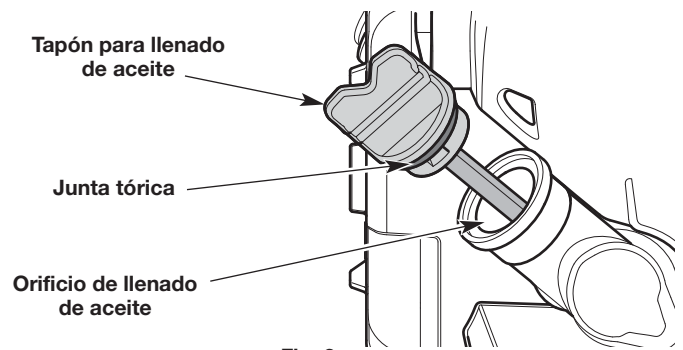

Fig. 2
9. Compruebe que la junta tórica esté en su lugar en el tapón de llenado de aceite (Fig. 2).